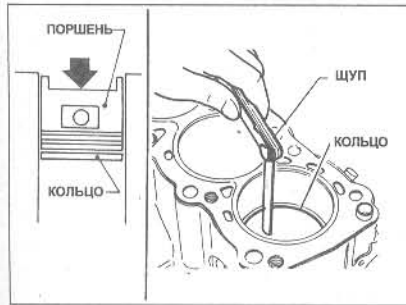

Рис. 1.15 Проверка зазора разреза поршневого кольца (Глава 9)
- 16 Проверьте зазор замка кольца, используя лезвие шупа (Рис. 1.15). Если зазор меньше указанного, увеличьте его, стачивая конец кольца.